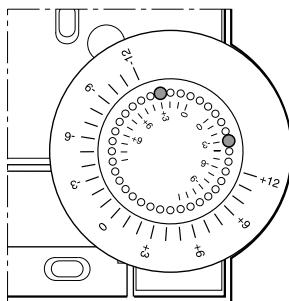

Abb. 6: Verstellbereich begrenzen
- ▶ Versetzen Sie die zwei kleinen Stifte in den Löchern des Stellrads, um den Verstellbereich zu begrenzen (siehe Abb. 6). Orientieren Sie sich dabei an der inneren Skala: Im Abb. 6, sind die Stifte so eingestellt, dass sich das Stellrad nur um  $\pm 3^{\circ}\text{C}$  um den Nullpunkt verstehen lässt.